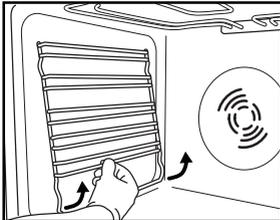

Fig 3
1. Déposez les grilles porte-accessoires latérales (Fig. 3).